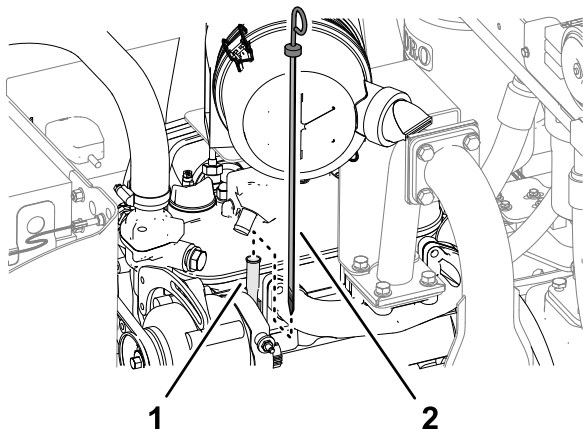

Figura 64
3. Togliete l'asta di livello, pulitela strofinandola, rimettetela nel tubo ed estraetela di nuovo. Il livello dell'olio è corretto quando si trova tra la tacca di PIENO e quella di AGGIUNTA (Figura 64).
4. Se il livello dell'olio è basso, rimuovete il tappo di riempimento e aggiungete olio fino a quando il livello non è compreso tra la tacca di PIENO e quella di AGGIUNTA (Figura 64).